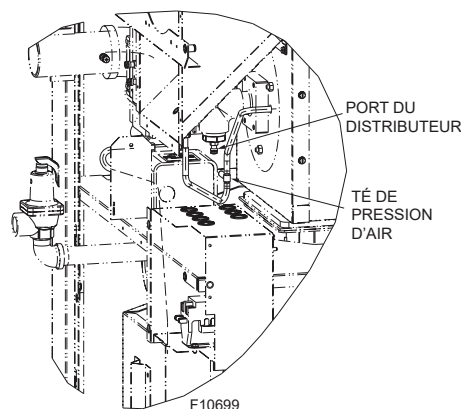

Figure 54. Té de pression d'air
4. Connectez un manomètre gradué de 12 po au tuyau d'aspiration du ventilateur. Retirez le capuchon noir du té de prise de pression d'air, comme indiqué à la et connectez le manomètre, voir **Figure 54**. **NOTE:** conservez les capuchons pour réutilisation ultérieure.
1. Mesurez la dépression générée par le ventilateur en raccordant un manomètre au té de pression d'air, à une puissance de chauffe de 100%, voir **Figure 54**. La lecture doit être celle indiquée au **Tableau V** (gaz naturel et propane).